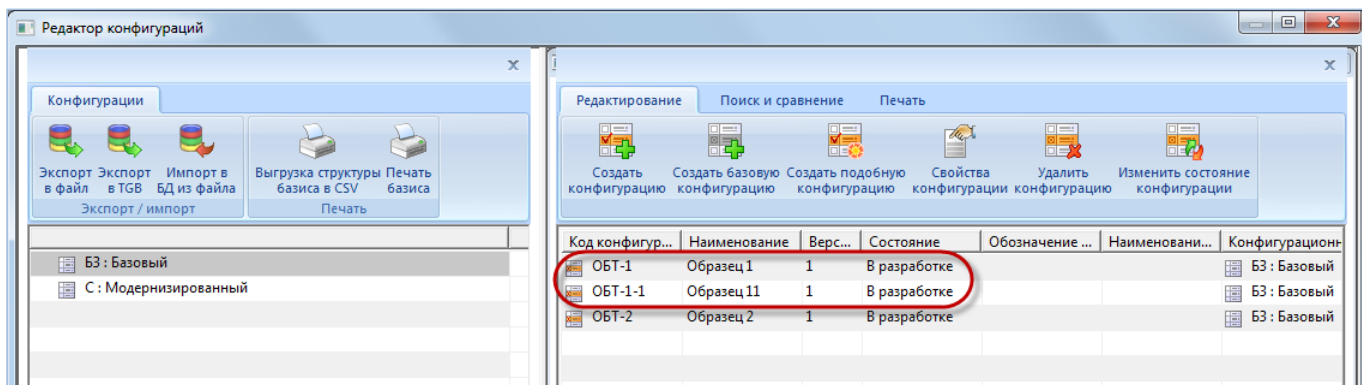

Рис. 13-84 – Создание подобной конфигурации
- 4) После подтверждения ввода параметров произойдет возврат в окно «Редактор конфигураций». Параметры созданной конфигурации отобразятся в правом окне редактора (рис. 13-84).
В таблице параметров конфигураций в столбце «Состояние» показано текущее состояние конфигурации изделия (1 на рис. 13-84). В рассматриваемом примере текущее состояние – «В разработке».